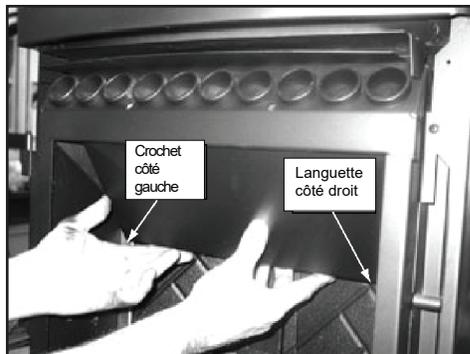

Figure 27.1
2. Le déflecteur supérieur est équipé d'un crochet en bas à gauche, qui repose sur la lèvre supérieure de la brique moulée. Une languette en bas à droite est accrochée au support latéral. Enlevez le déflecteur supérieur en commençant par tirer le déflecteur vers l'avant jusqu'à ce que le bord arrière s'abaisse. Puis repoussez le déflecteur jusqu'à ce que le bord avant se dégage de l'étagère sur laquelle il reposait. **Figure 27.1**